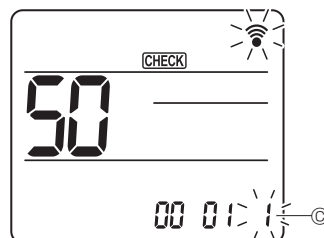

Fig. 6-19
Χρησιμοποιήστε το κουμπί [] για να αλλάξετε τον αριθμό ρύθμισης ⑤. (Fig. 6-19)